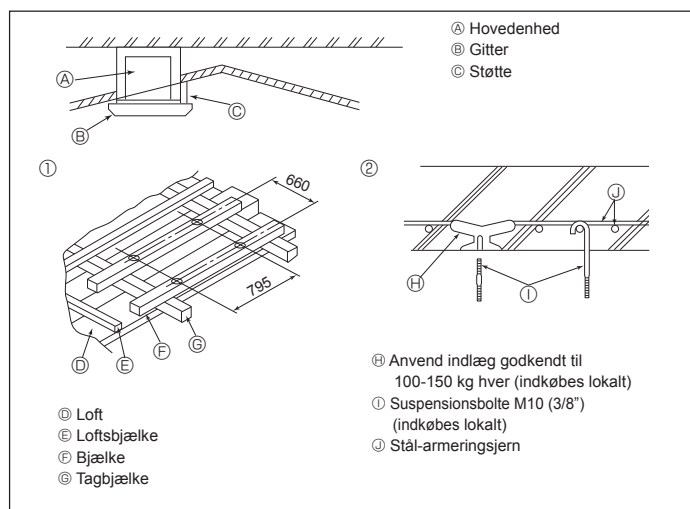

Fig. 3-5
3.5. Ophængningskonstruktion (Gør plads til ophængningsegnet konstruktion) (Fig. 3-5)